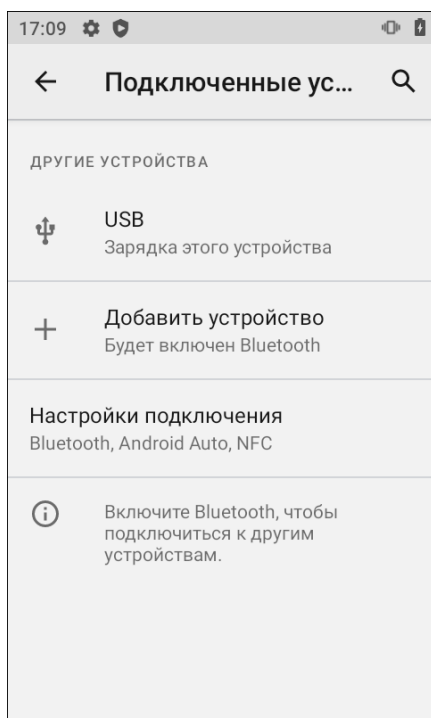
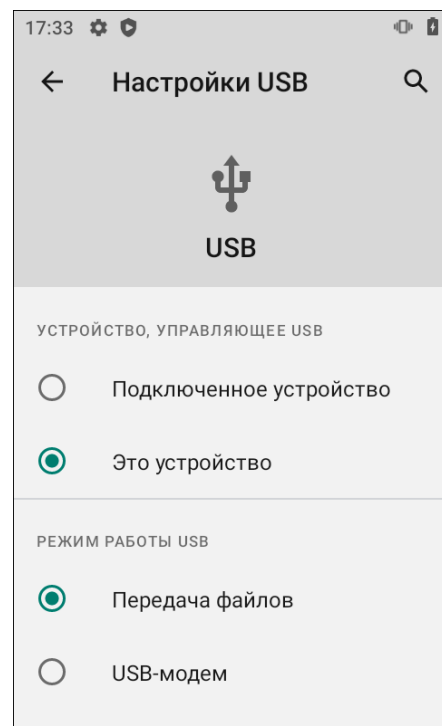

Рисунок 33. Раздел **Подключенные устройства**
Рисунок 34. Настройка режима работы USB
2. Перейти в **Настройки** (рисунок 11а) -> **Подключенные устройства** (рисунок 13) -> **USB** (рисунок 33) и выбрать пункт **Передача файлов** (рисунок 34).